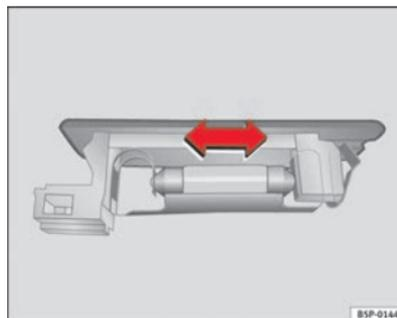

Fig. 153 Luz do porta-bagagens
- Prima a lâmpada lateralmente e extraí-la do alojamento ⇒ fig. 153. ■